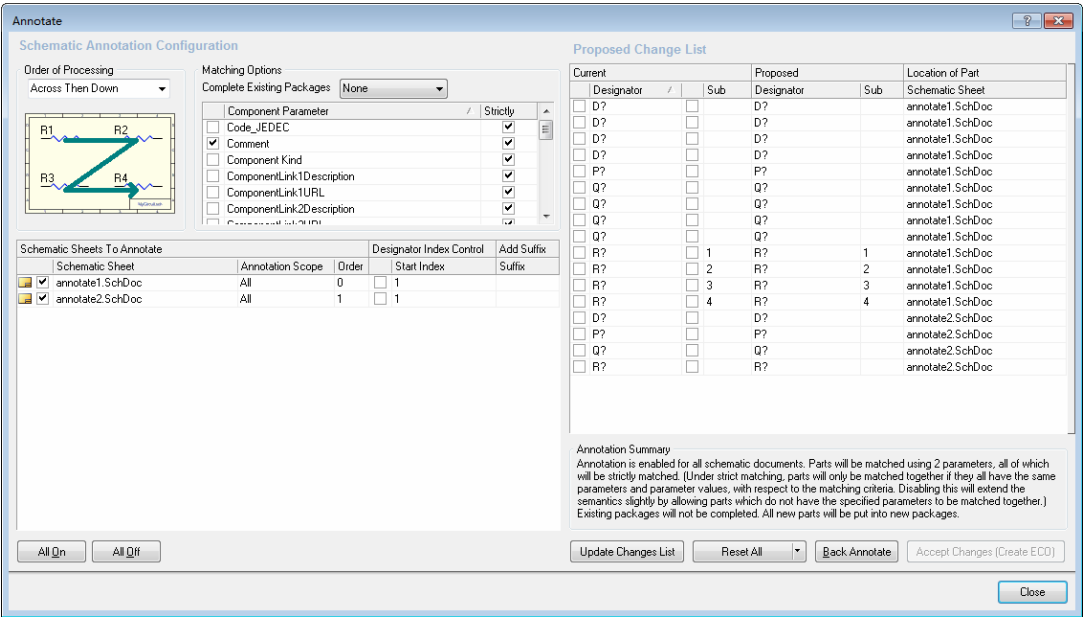

图 5-2 原理图编号对话框
打开本书电子资源中的工程 Annotate.PrjPCB，进入原理图编辑环境，执行 Tools » Annotate Schematics 菜单命令，打开原理图编号对话框，如图 5-2 所示。
- (1) 打开本例对应的电子资源“Annotate.PrjPcb”工程, 进入原理图编辑环境。
- (2) 执行菜单命令 **Tools** » **Annotate Schematics**, 打开原理图编号对话框, 如图 5-2 所示。